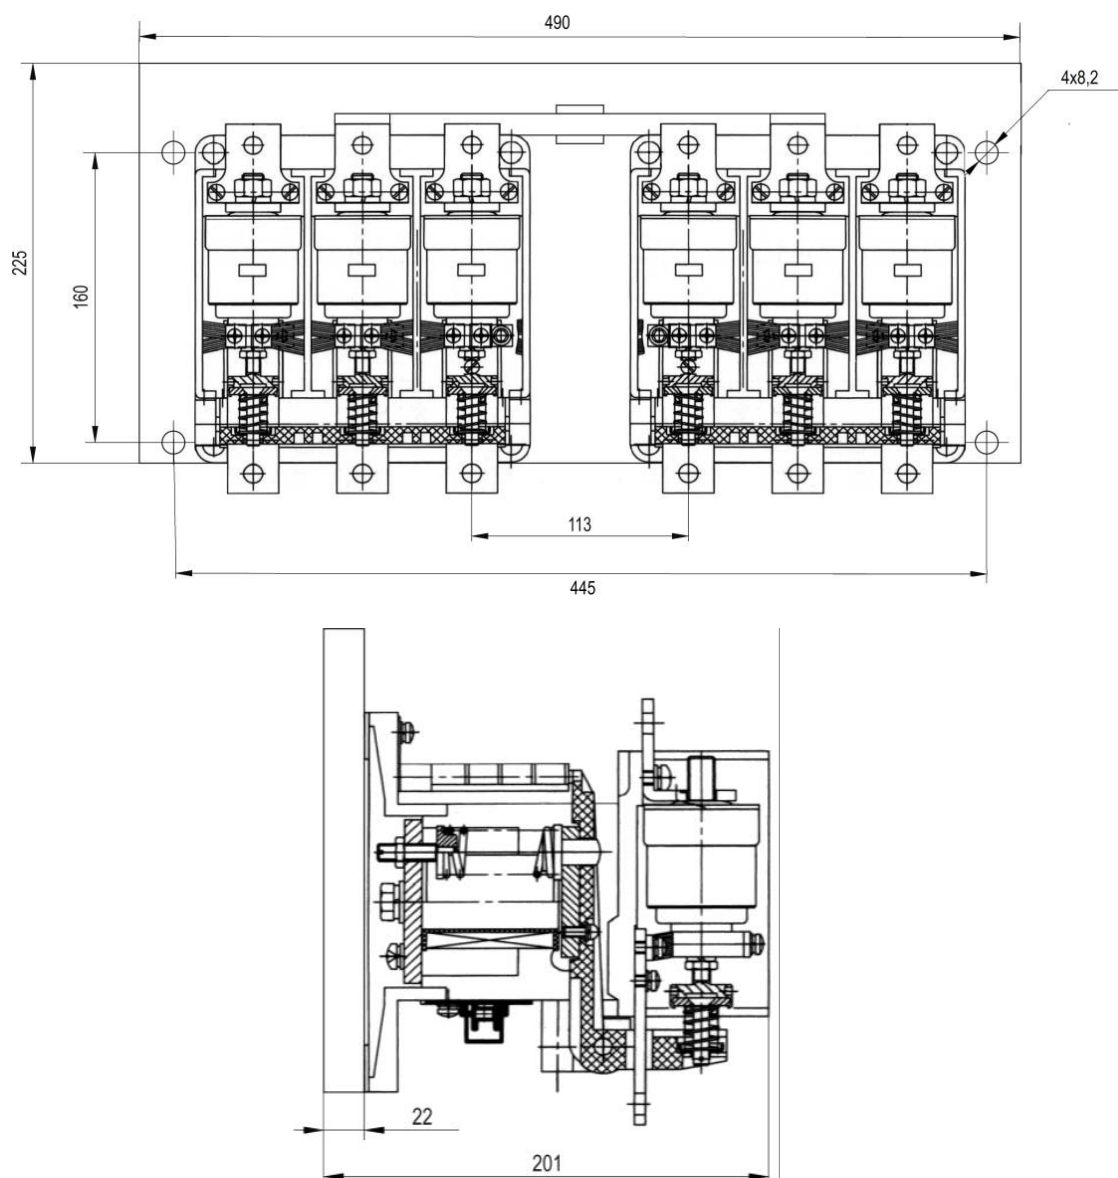

Рисунок 9. Габаритные размеры КВТ(Р)-1,14-250
2.3. Схема электрическая принципиальная представлена в Приложении А на Рис. 9, 10.